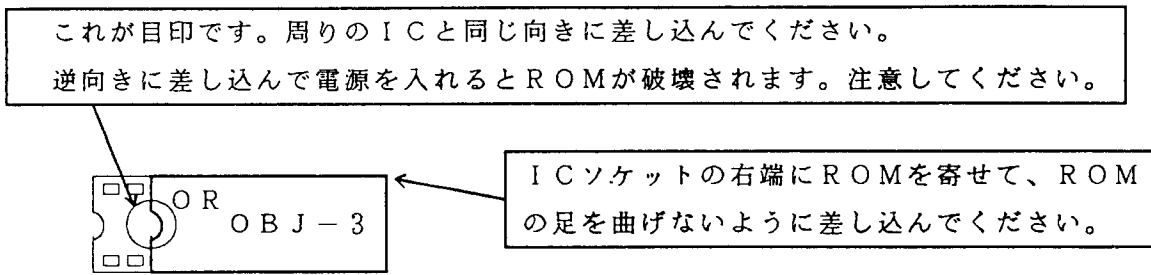

図5
- (2) ROMの向きに注意し、図5のようにICソケットの右端に寄せて差し込みます。
- (3) ROMの足を曲げないように確実に差し込んでください。